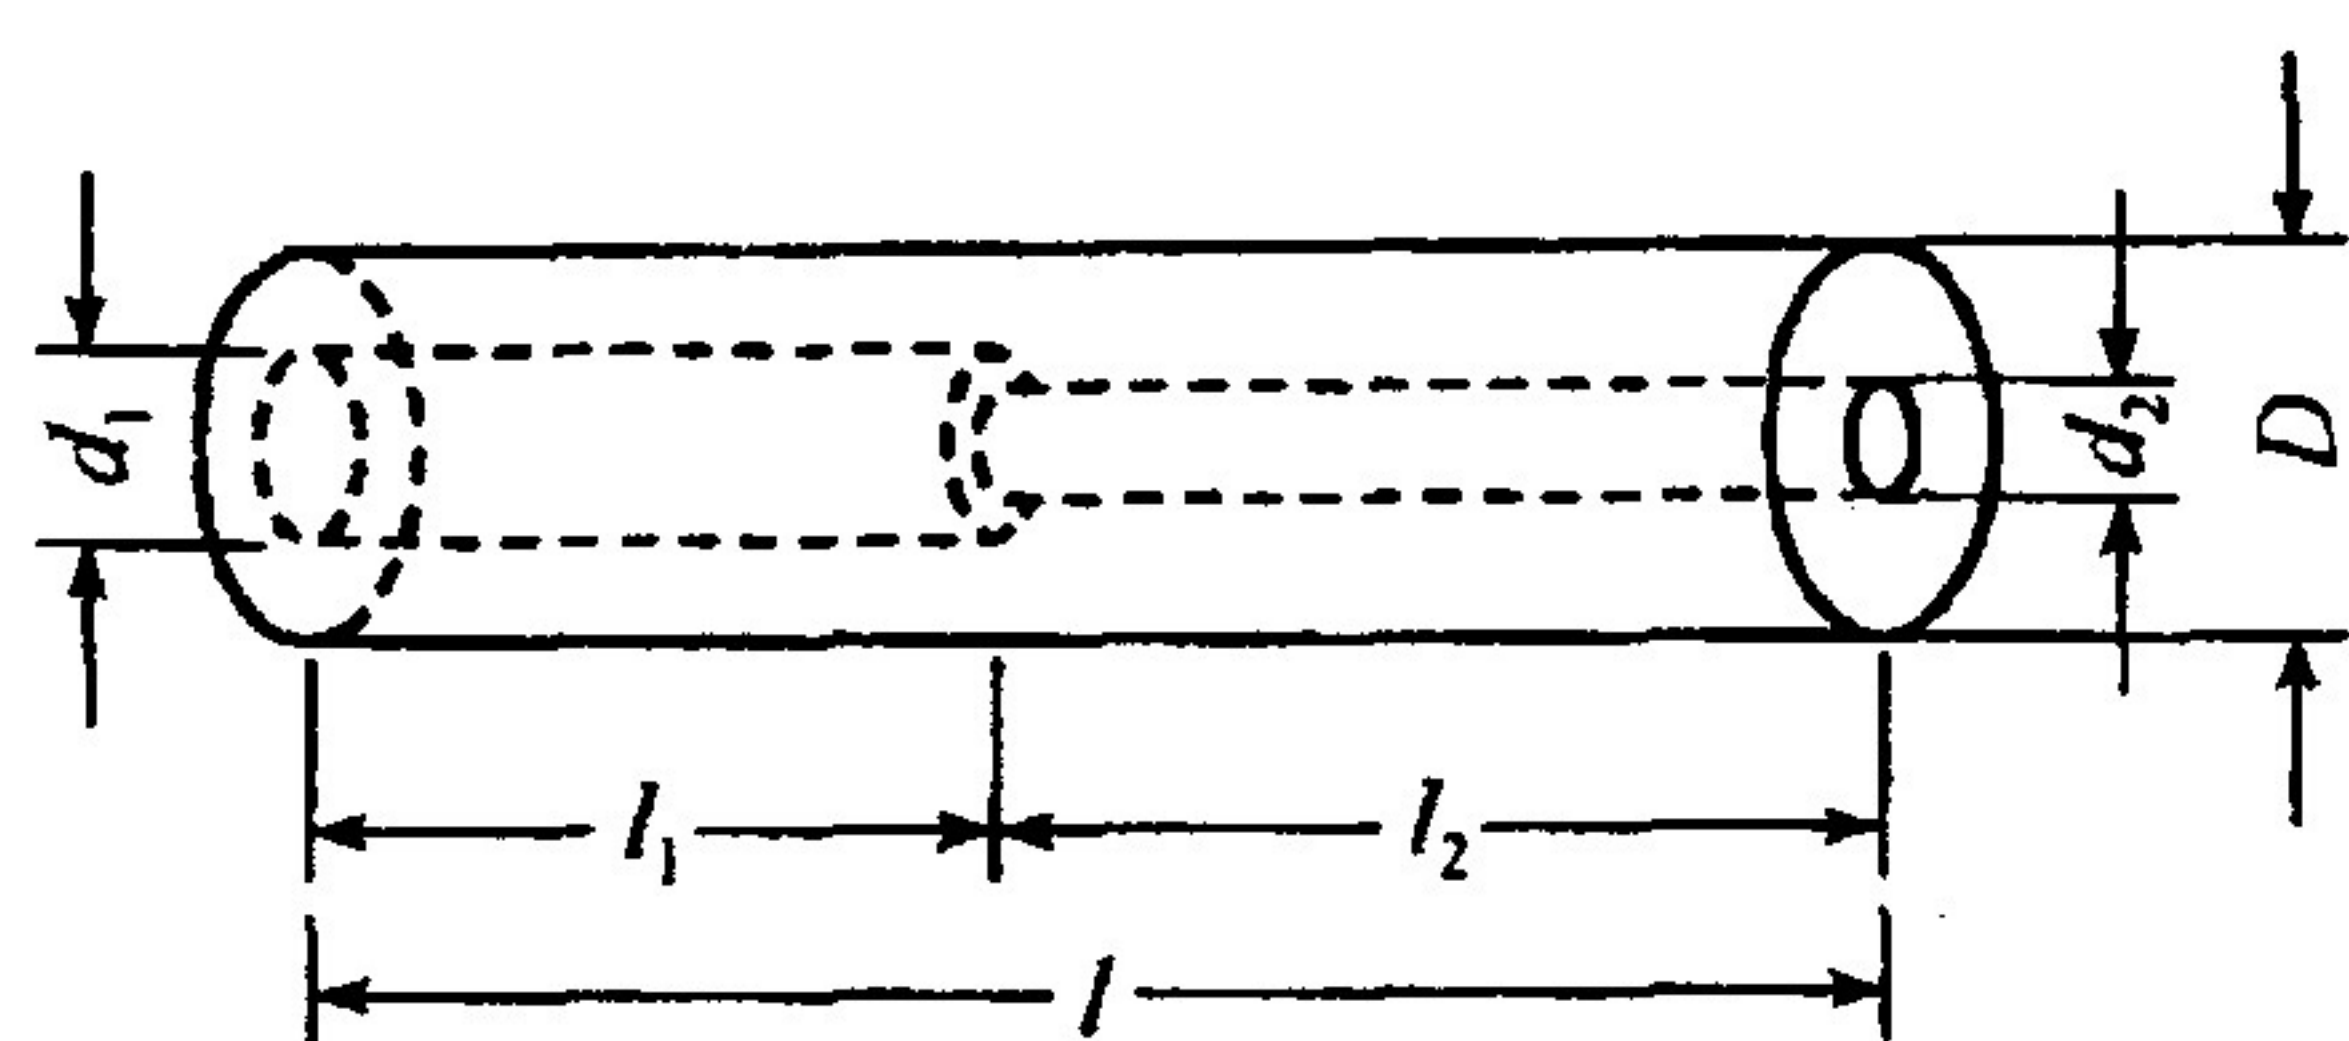

图 8.2
8.2 图8.2所示传动轴长 $l=510\text{mm}$ ，直径 $D=50\text{mm}$ 。现将轴的一段钻空为内径 $d_1=38\text{mm}$ 的内孔，另一段钻为 $d_2=25\text{mm}$ 的内孔，材料的许用切应力 $[\tau]=80\text{MPa}$ ，求：(1) 轴所能承受的最大扭矩；(2) 如要求两段轴长度内的扭转角相等， l_1 和 l_2 应满足什么关系？(25分)